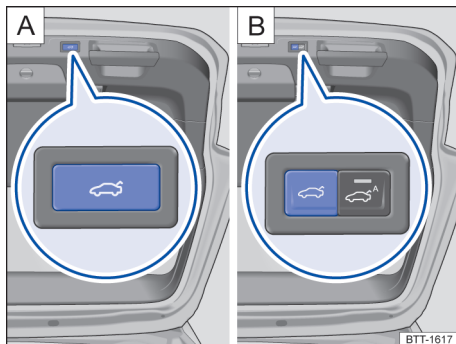

Fig. 79 Na tampa do compartimento de bagagem aberta: botão para fechar eletricamente a tampa do compartimento de bagagem.
- Pressionar o botão na tampa do compartimento de bagagem aberta → Fig. 79.
- Na tampa do compartimento de bagagem, manter o botão  pressionado até que as luzes de advertência pisquem → Fig. 79.
- Na tampa do compartimento de bagagem, manter o botão  → Fig. 79 pressionado até que as luzes de advertência pisquem.